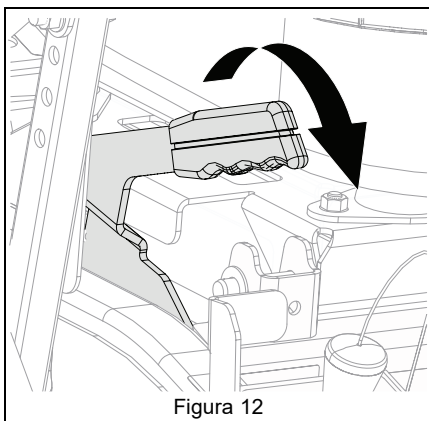

Figura 12
13. Suelte el freno de estacionamiento. Consulte Figura 12.